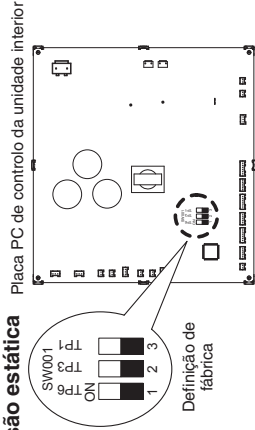

Fig. 10-1
- Abra a tampa da caixa de componentes eléctricos e confirme a localização em que o interruptor de selecção do PCB de controlo de unidade interior está localizado. (Fig. 10-1)